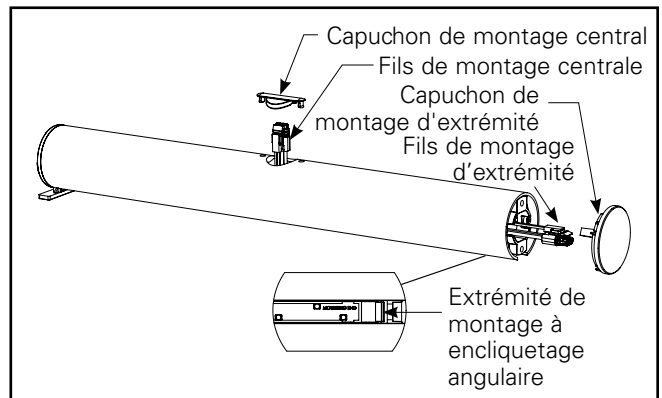
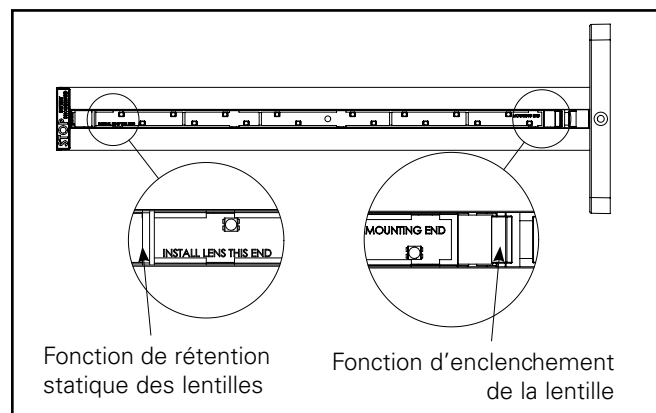

Figure 2.
Figure 6.
6. Déterminez la méthode de montage prévue, ce qui déterminera l'endroit d'où vous retirerez le faisceau de câbles interne. (Voir la figure 2). Si le montage est effectué à l'aide d'un montage d'extrémité, retirez le capuchon de montage d'extrémité de l'extrémité de montage du cylindre et tirez les fils hors du boîtier à cet endroit. (Vous pouvez identifier l'extrémité de montage du cylindre en examinant le PCBA et en repérant le texte Extrémité de montage. Voir la figure 6) Si vous effectuez un montage au plafond ou au mur, retirez le capuchon de montage central et tirez les fils hors du boîtier à cet endroit. Assurez-vous de choisir le bon jeu
1. Ouvrez la boîte contenant votre boîtier ARCEL et retirez l'unité et son sac d'accessoires. Passez en revue les pièces qui se trouvent dans le sac d'accessoires. Retirez le capuchon du support central et sortez le faisceau de câbles (voir la figure 2).
1. Ouvrez la boîte contenant votre boîtier ARCEL et retirez l'unité et son sac d'accessoires. Passez en revue les pièces qui se trouvent dans le sac d'accessoires. Retirez le capuchon du support central et sortez partiellement le faisceau de câbles ARCEL du trou central (voir la figure 2). Connectez le faisceau de câbles ARCEL au faisceau de câbles d'alimentation CA. Réduisez au minimum la quantité de fil excédentaire qui sort par le haut du boîtier.
- Utilisez les guides de chevrons ci-joints pour installer les chevrons comme vous le souhaitez. Installez la lentille dans le boîtier. Orientez la lentille dans la direction appropriée et insérez le coin de la lentille dans le boîtier en commençant par l'extrémité d'insertion de la lentille. Elle peut être identifiée par l'autocollant jaune ou la clé EZ-Key rouge (versions SD) à l'extrémité de l'unité, ainsi que par le texte sur la carte PCBA à DEL qui indique « Installer la lentille à cette extrémité ». Inclinez l'autre extrémité de la lentille vers le haut jusqu'à ce que l'ensemble s'enclenche fermement en place (voir les figures 6 et 9).